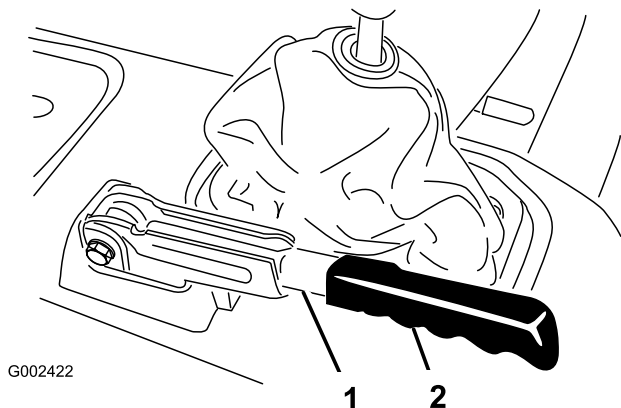

Figura 66
1. Togliete l'impugnatura di gomma dalla leva del freno di stazionamento (Figura 66).